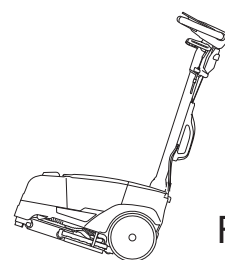

Fig.7
- Hell håndtaket slik at det er perpendikulært med maskinen. Bøy maskinen bakover (Fig.7), transporter maskinen i ønsket retning.